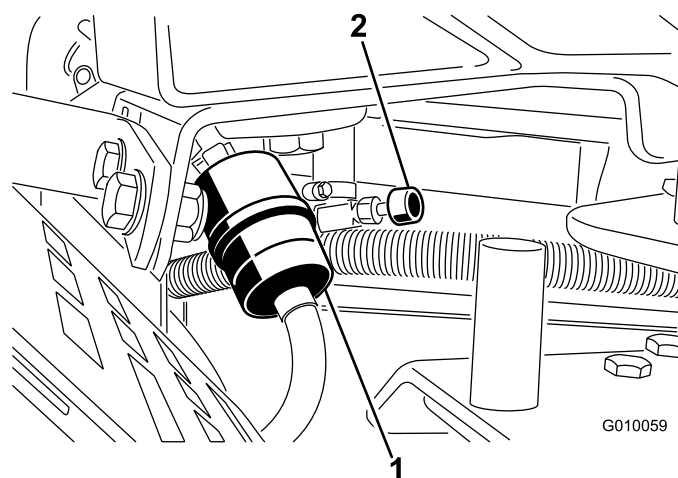

Figure 52
2. Fermez le robinet d'arrivée de carburant (Figure 52).
3. Pincez les extrémités des colliers et faites glisser ceux-ci pour les éloigner du filtre (Figure 52).
5. Posez un filtre neuf et rapprochez les colliers de fixation du filtre (Figure 52).
7. Ouvrez le robinet d'arrivée de carburant (Figure 52).
3. Desserrez le collier de serrage au niveau du filtre à carburant et éloignez-le du filtre en le poussant le long de la conduite d'alimentation (Figure 52).
4. Débranchez les conduites d'alimentation du filtre (Figure 52). Ouvrez le robinet d'arrivée de carburant et laissez l'essence s'écouler dans un bidon ou un bac de vidange.
5. Raccordez la conduite d'alimentation au filtre. Rapprochez le collier de serrage du filtre pour fixer la conduite d'alimentation (Figure 52).